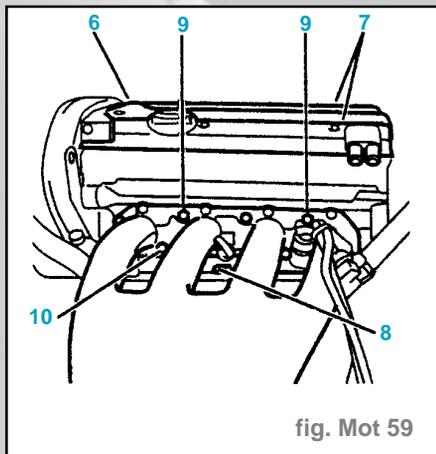

fig. Mot 59
- Déposer le bloc bobine compacté (6) (fig. Mot. 59).
- Déposer les couvre-culasses (7).
- Déposer (fig. Mot. 59) :
- la vis (8),
- les écrous (9),
- les vis (10),